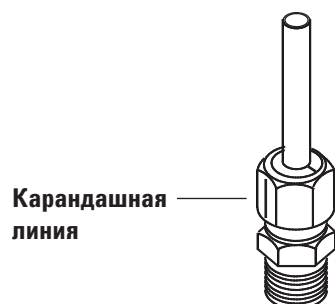

Рис. 16. Пометка фитинга
- 6 Сделайте на гайке отметку карандашом. См. **Рис. 16**.